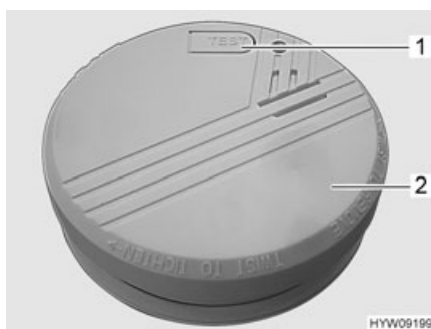

Fig. 127 Rivelatore di fumo
- Ruotare in senso antiorario il rivelatore di fumo (Fig. 127,2) finché non si stacca dal supporto.
- Eseguire un test del rivelatore di fumo. Premere il tasto di controllo (Fig. 127,1). Si deve udire il segnale acustico di allarme.